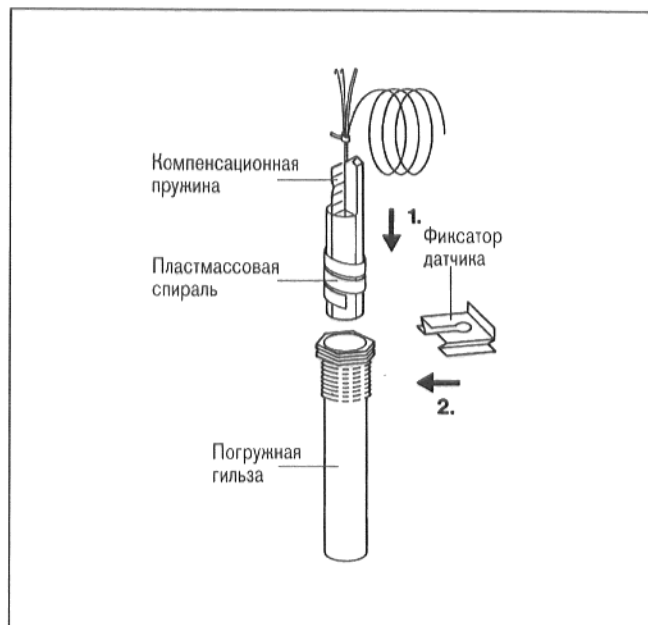

Рис. 25
- Вставить датчик температуры до упора в погружную гильзу. Пластмассовая спираль отводится автоматически назад. Компенсационная пружина должна войти в погружную гильзу (рис. 25).
- Насадить фиксатор датчика (входит в объем поставки регулятора) со стороны или сверху на головку погружной гильзы (рис. 25).